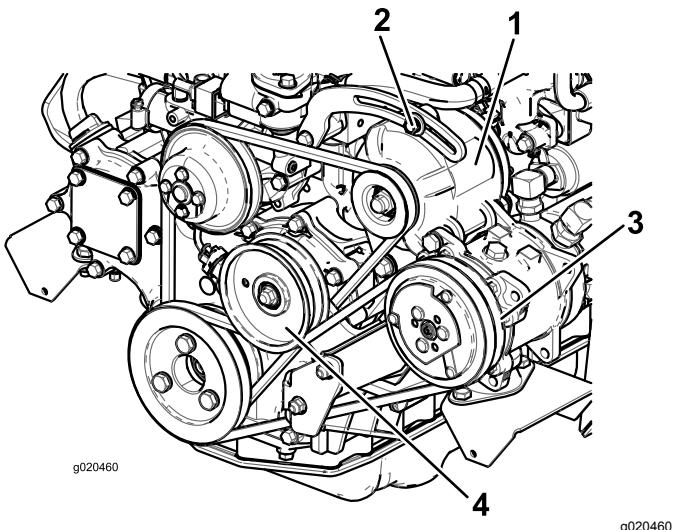

Figura 96
Compruebe la condición y la tensión de la correa (Figura 96) cada 100 horas de operación.
2. Si la desviación no es de 10 mm, afloje los pernos de montaje del alternador (**Figura 96**). Aumente o reduzca la tensión de la correa del alternador y apriete los pernos. Verifique de nuevo la desviación de la correa para asegurarse de que la tensión es la correcta.
2. Si la desviación no es de 10 mm, afloje el perno de montaje de la polea tensora (Figura 96). Aumente o reduzca la tensión de la correa del compresor y apriete el perno. Verifique de nuevo la desviación de la correa para asegurarse de que la tensión es la correcta.